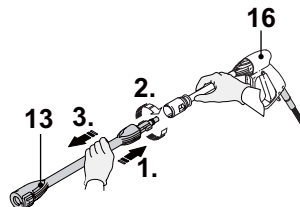

Fig.9
1. La buse turbo (14) doit toujours être montée sur la rallonge de canon (13) (fig. 9).